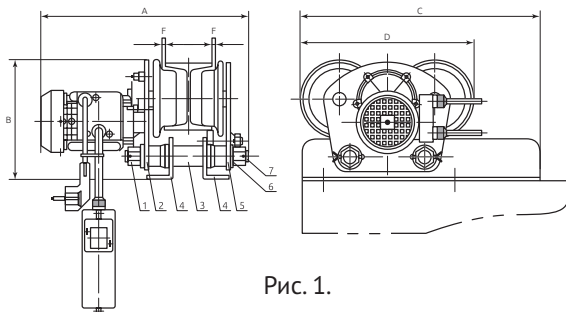

Рис. 1.
Каретка состоит из левой (5) и правой (2) рамы, левого и правого крепежного кронштейна для тали (4), проставочных шайб (6), распорной втулки (3), соединительной оси (7), прижимного ролика (8), конtringящихся гаек (1). (Рис. 1)
Окончательная регулировка каретки по ширине двутавра производится при установке электролебедки в сборе с кареткой. После регулировки с каждой стороны между краем полки двутавра и ребордой колеса каретки должен оставаться зазор 3-5мм (F на рис. 1).